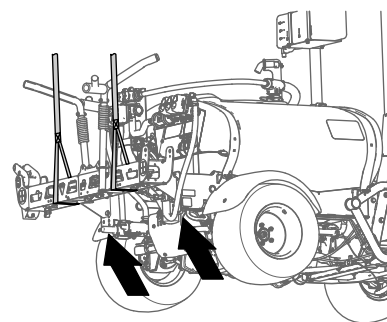

Bild 45
2. Stützen Sie den mittleren Sprühabschnitt mit der Hebevorrichtung ab, die die entsprechende Kapazität hat (Bild 45).